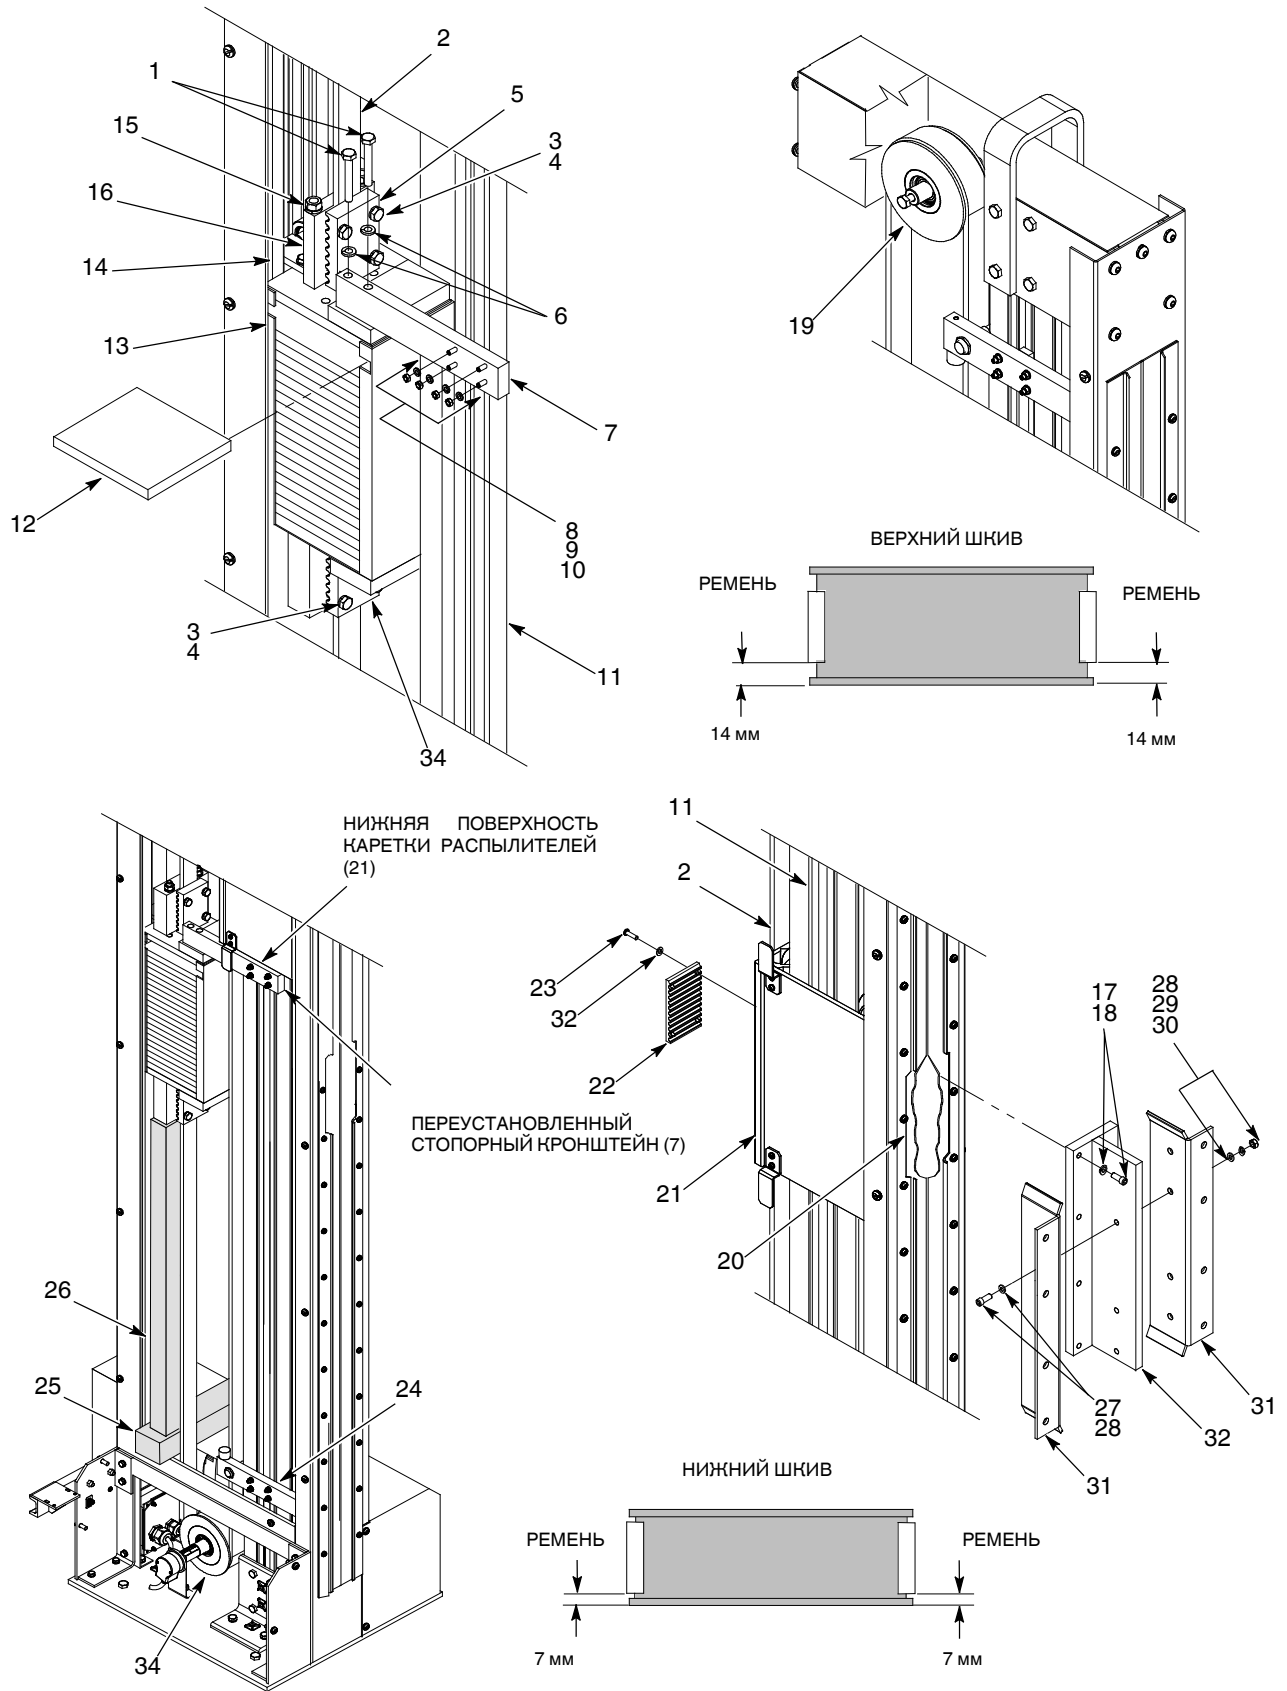

Рис. 18 Установка крепления каретки распылителей
1. См. рис. 18. Смонтировать ремень: